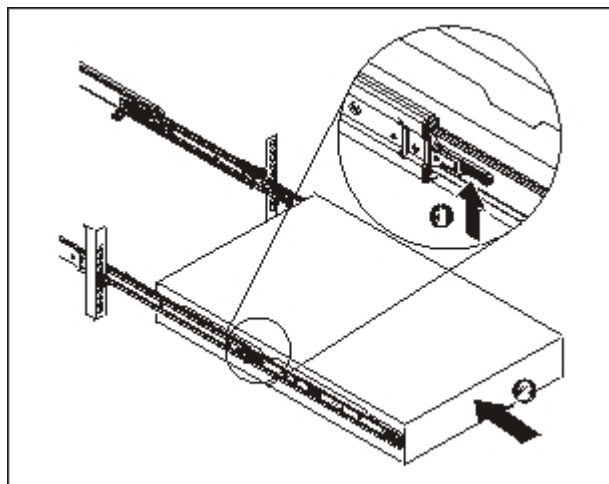

Figura 14. Deslice el dispositivo en el bastidor
6. Deslice el dispositivo en el bastidor, tal como se muestra en la Figura 14 en la página 23.